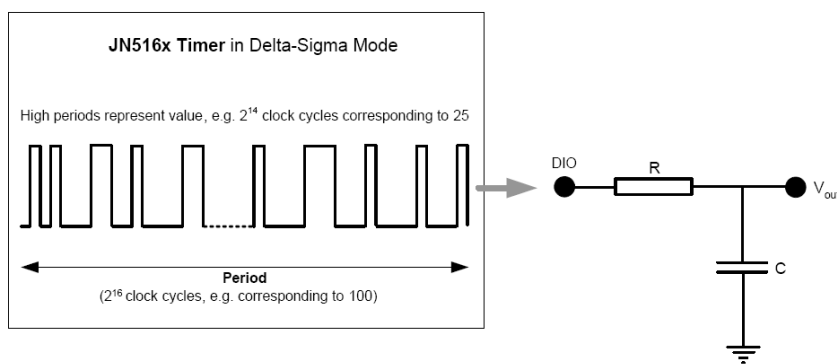

图 7.2 Delta-Sigma NRZ 模式操作
Delta-Sigma 模式允许定时器用作一个简单的低速率 DAC。这要求在 DIO 管脚上输出的定时器在调用 `vAHI_TimerEnable()` 时使能，相关的 DIO 见第 7.2.1 节。在这个管脚和地之间必须插入 RC（电阻-电容）电路（见图 7.2）。
- **NRZ（不归零）**: Delta-Sigma NRZ模式使用 16MHz外设时钟，波形周期固定为 2^{16} 个时钟周期。NRZ意味着时钟周期的执行没有间隔（见下面的RTZ选项）。您必须定义在脉冲周期期间高电平状态下的时钟周期数，使得这个高电平周期与要转换的值成比例关系。这个数值在使用函数 `vAHI_TimerStartDeltaSigma()` 启动定时器时设置。例如，如果您想转换的值在 0-100 范围内，那么 2^{16} 个时钟周期会对应 100，如需转换的值为 25，您必须将高电平时钟周期数设为 2^{14} （脉冲周期的四分之一）。详情请参考图 7.2；